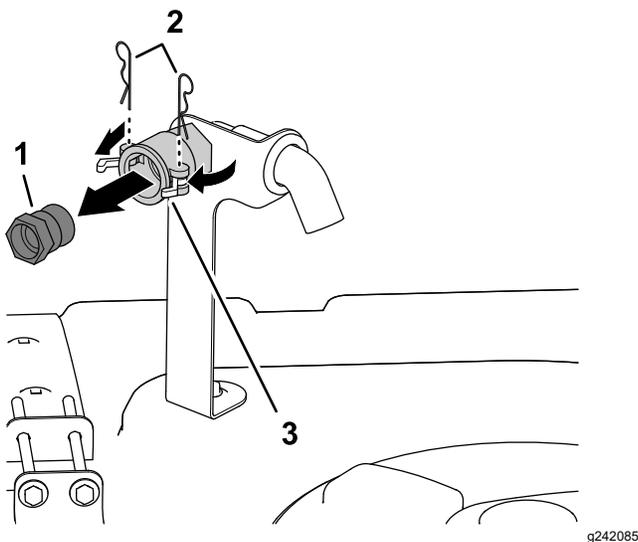

Bild 3
1. Entfernen Sie vorne an der rechten Seite der Behälterabdeckung die zwei Splinte, mit denen die Riegel für die Schnelltrennkupplung für den Rücklauffüllanschluss befestigt sind (Bild 3).
2. Drehen Sie die Riegel in die geöffnete Stellung, um das Schnelltrennanschlusssstück von der Schnelltrennkupplung zu entsperren (Bild 3).
3. Nehmen Sie das Schnelltrennanschlusssstück von der Schnelltrennkupplung ab (Bild 3).
4. Schließen Sie die Riegel und setzen Sie die Splinte in die Flansche der Schnelltrennkupplung ein (Bild 3).